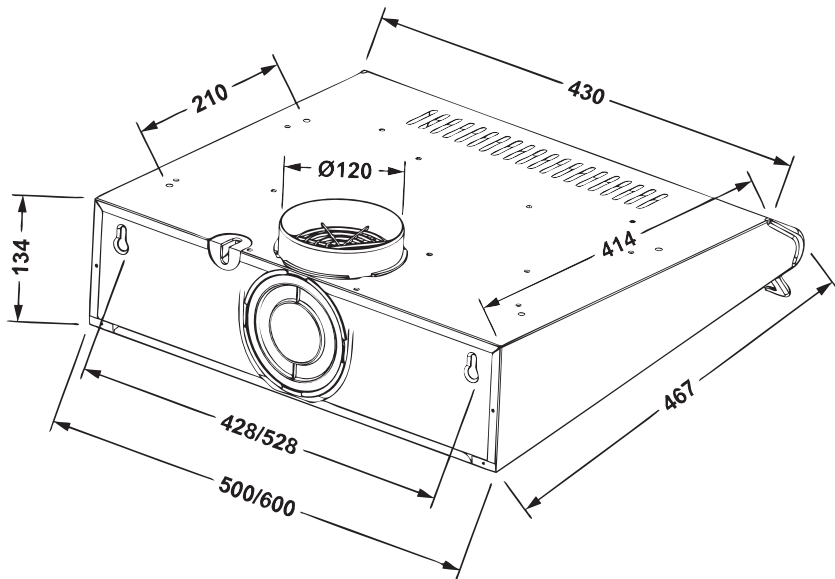

Рис. 3
«Вона Н I / II» Ø 3мм. (рис.3).
- для вытяжки «Вона Н I / II» - 2 или 4 шурупами ПКГ 4 x 12 с шайбами 4, которые вкручиваются изнутри вытяжки в отверстия, расположенные на верхней плоскости корпуса (**рис.3**).
В режиме рециркуляции (рис.3) вытяжка не подключается к вентиляционной шахте кухни и воздуха проходит через установленные в вытяжке алюминиевые жировые фильтры и угольные запахоулавливающие фильтры (какие покупаются отдельно) и возвращается обратно в кухню через вентиляционные пазы **C**.